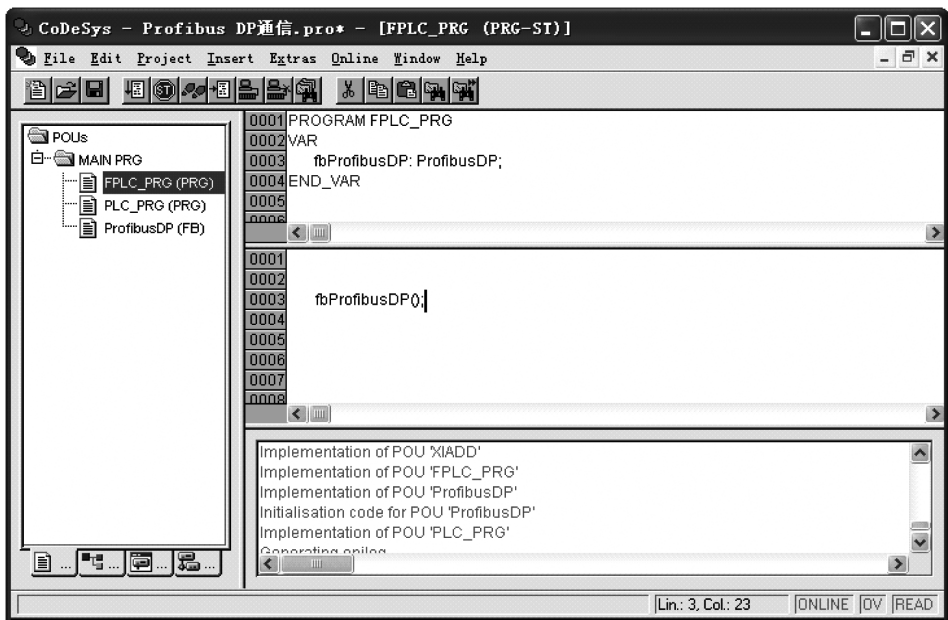

图 5-30 在 FPLC_PRG 中调用 Profibus-DP 功能块
8) 在快速任务 FPLC_PRG 中调用 Profibus-DP 功能块, 如图 5-30 所示。